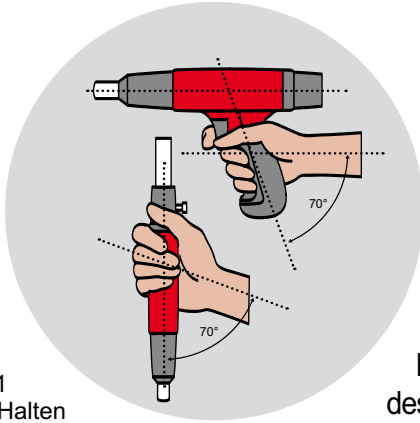

Bild 1
1. Halteposition des Werkzeugs: Die Form des Werkzeugs (Pistolengriff oder gerades Werkzeug) sollte in Abhängig von der Anwendung gewählt werden (Bild 1).